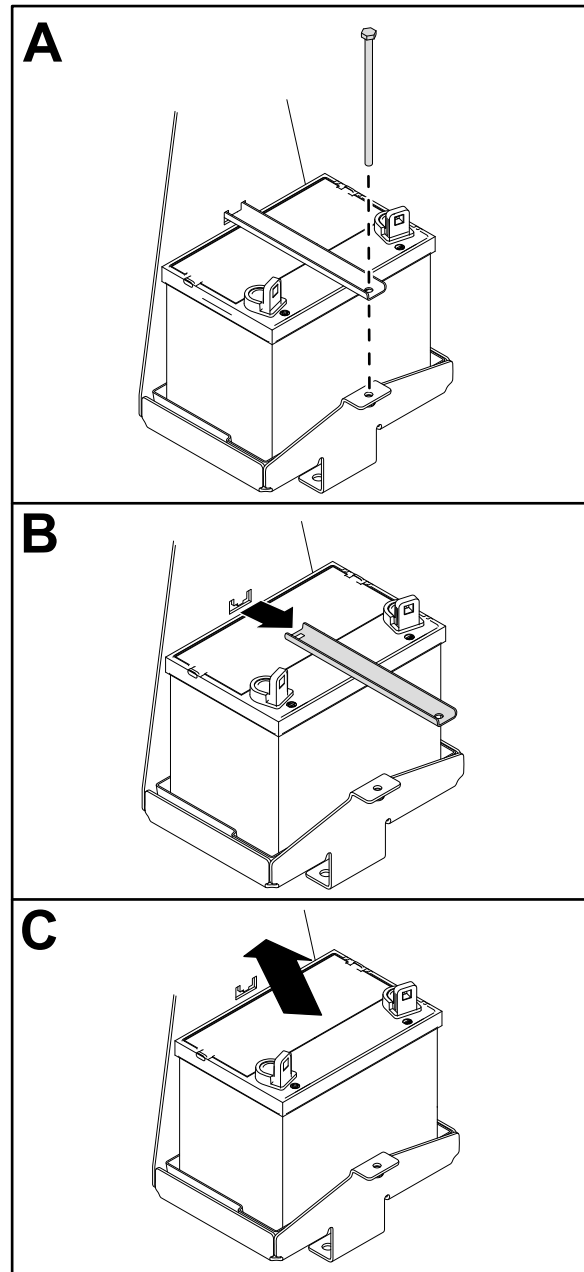

Figura 38
2. Retire la batería, tal y como se muestra en Figura 38.